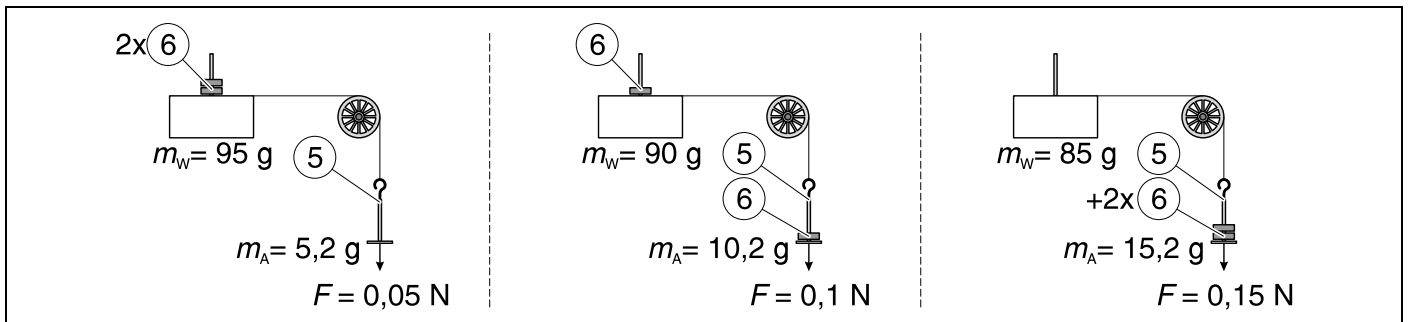

Fig. 3
Attention: En cas d'accélération avec les masses d'entraînement ⑤, ⑥ (337 04), répartir les masses fendues ⑥ conformément à la fig. 3 sur le chariot et le plateau support ⑤ de telle sorte que la masse (totale) accélérée m reste constante:
Téngase en cuenta: En la aceleración mediante las pesas de impulsión ⑤, ⑥ (337 04), distribuir las pesas ranuradas ⑥ sobre el carro y la pesa-disco ⑤ según la Fig. 3 de tal modo que la masa (total) acelerada m permanezca constante: